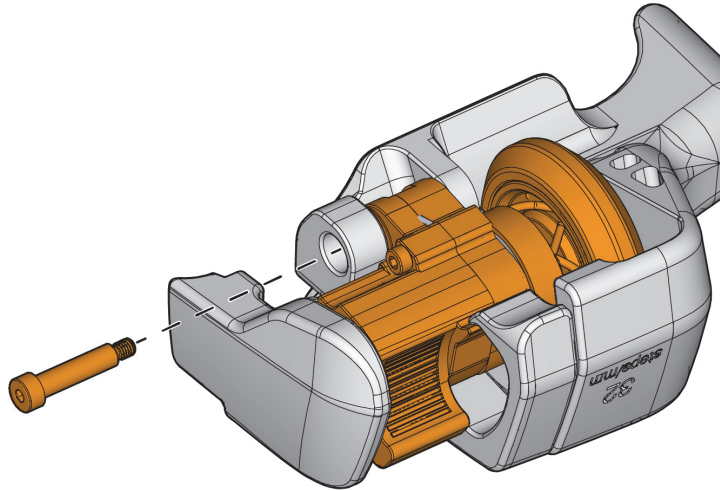

Figura 5-13 Vite a perno dell'unità dell'encoder dell'indice
2. Svitare la vite a perno e sfilarla dall'altro lato (vedi Figura 5-13 a pagina 89).